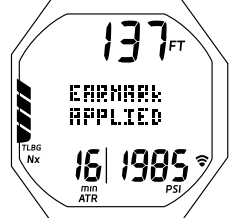

Fig. 71C - PRINCIPAL INMERSIÓN SIN PARADAS (mostrada por 3 segundos)
- Pulse el botón M (< 2 seg) para aplicar una marca a la captura de imagen de los datos de PCI registrados en ese momento. *Se mostrarán los mensajes EARMARK APPLIED en lugar del NDC durante 3 segundos (Fig. 71C).*